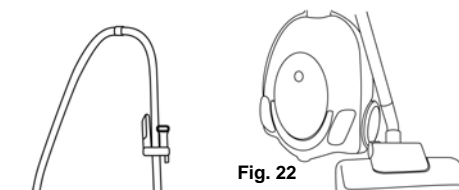

Fig. 22
1. Pour le placer à la verticale, placez l'unité principale en position verticale telle que montrée à la Fig. 22.